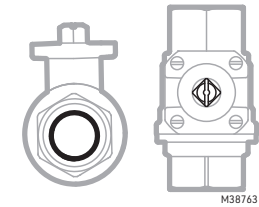

Abb. 3. Beispiel für ein geöffnetes Kugelventil.
- Stellen Sie vor dem Einbau sicher, dass sich das Kugelventil in der Auf-Position befindet, um die Ausrichtung am Stellmotor sicherzustellen. Siehe Abb. 3.